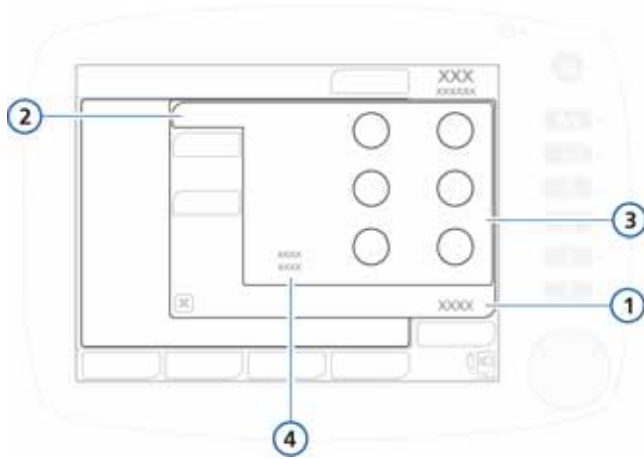

Figura B-4. Comandi Base in (S)CMV+
Le impostazioni dei comandi attive nella modalità (S)CMV+ sono mostrate nelle Figure B-4 e B-5.